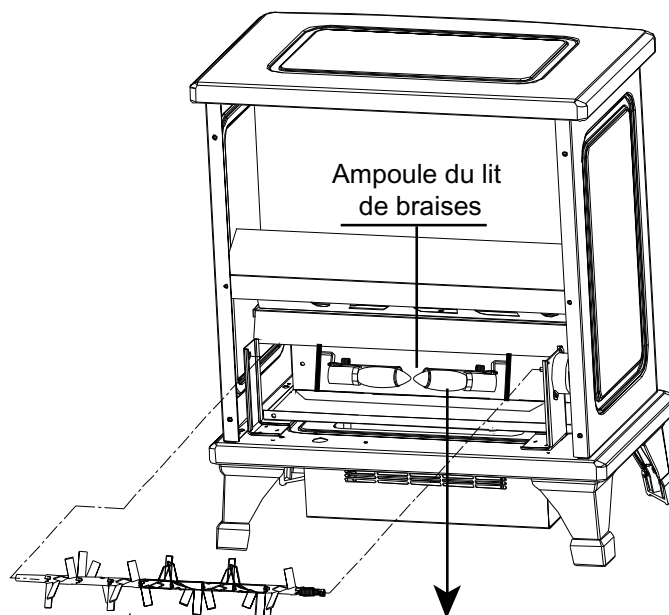

Fig. 5
4. Desserrer la vis qui permet de fixer l'élément rotatif sur son moteur, puis retirer l'élément rotatif (figure 5).